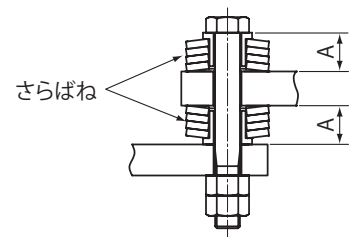

図 5-12 さらばね
- ③回り止めボルトなどでトルクアームを固定することは、絶対に行わないでください。
- ④トルクアームと取付ボルト(またはスペーサ)の間に緩衝材としてさらばね(図 5-12 参照)を取り付け、衝撃を緩和するような処置をしてください。
- ⑤ボルトは強度区分 10.9 (JIS B 1051) 以上のものを使用してください。
- ⑥トルクアームを設置される際には、ボルトのゆるみ止めを必ず実施してください。
(5) さらばね(オプション)の取り付け
- ①オプションのさらばねは、DIN 2093 相当です。
- ②ボルトは強度区分 10.9 (JIS B 1051) のものを使用してください。
- ③組付部(図 5-12 A 部)には隙間が発生しないように組み付けてください。